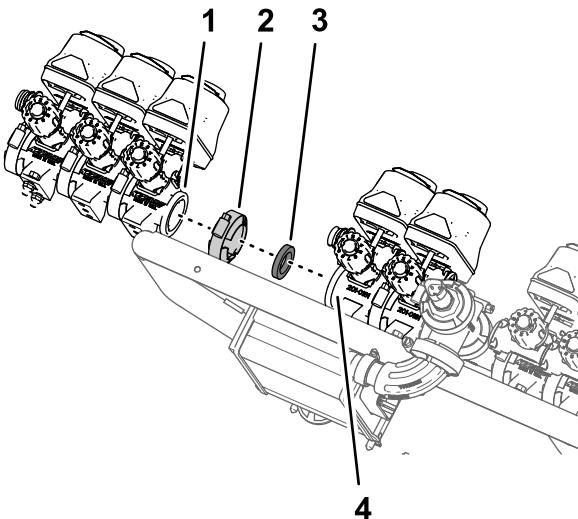

Figura 103
1. Montate le 3 valvole di sezione (Figura 103) che avete rimosso al passaggio 8 di Rimozione delle valvole di sezione dal supporto del collettore \(pagina 33\) sulla flangia della valvola 7 del gruppo valvole dell'irroratrice con il morsetto flangiato e la guarnizione che avete rimosso al passaggio 4 di 13 Rimozione delle valvole di sezione delle barre \(pagina 30\).